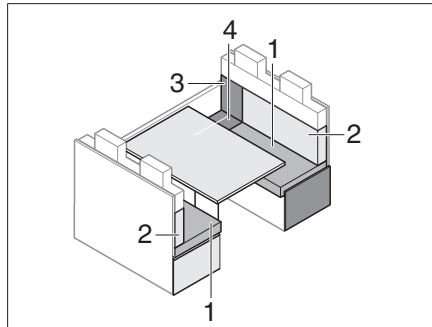

Fig. 196 Avant la transformation
- Enlever le coussin de dossier (Fig. 196,2) et le mettre de côté.